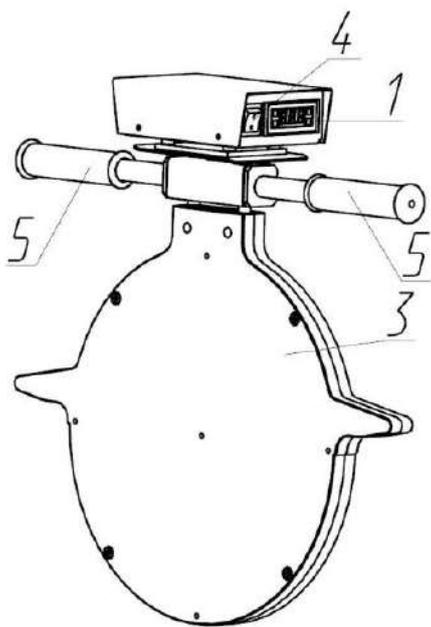

Рис. 1
- 3- Нагревательный элемент (Рис. 1 стр. 9)
- 2- Нагревательный элемент (Рис. 1 стр. 9)